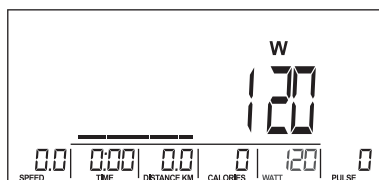

Fig. 20
1. Utilizzare la manopola per selezionare la modalità di programma WATT (W). Premere MODE per confermare.
2. Utilizzare la manopola per impostare il valore obiettivo per la funzione WATT (Fig. 20). Valore predefinito: 120. Premere MODE per confermare.